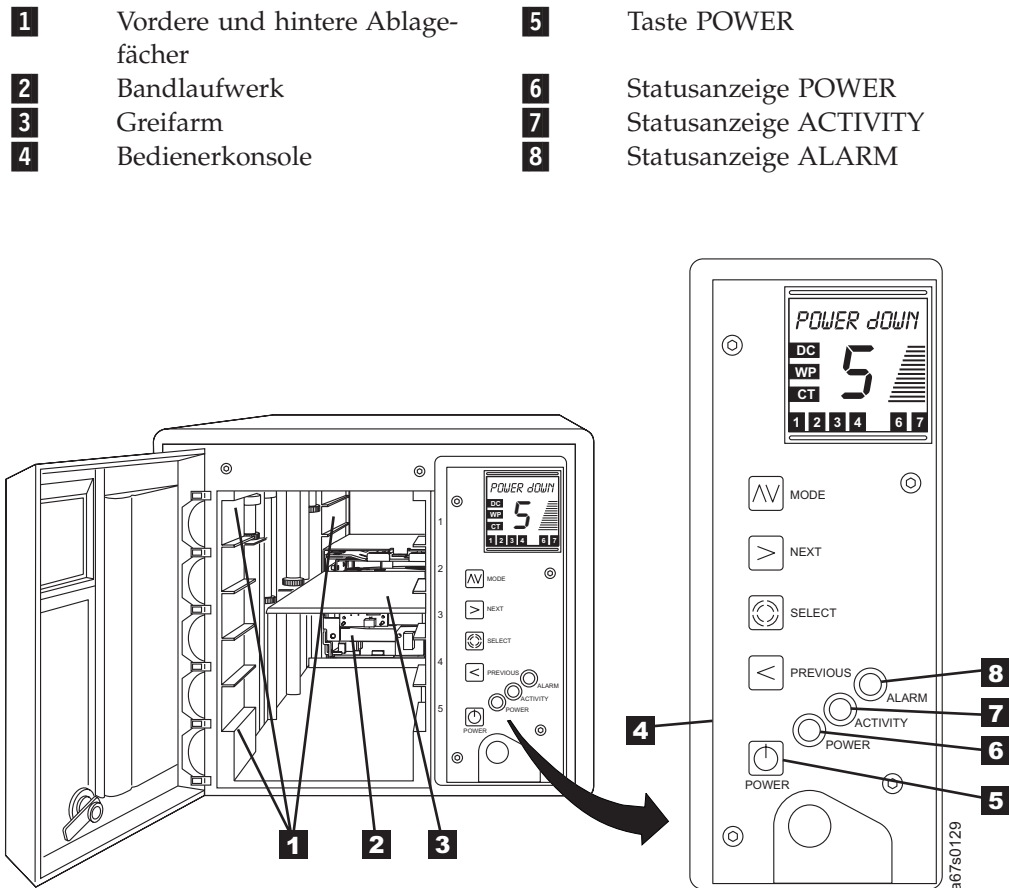

Abbildung 7. Bandkassetten-Autoloader IBM 3581 mit geöffneter vorderer Tür
Öffnen Sie die vordere Tür des Autoloaders, wenn Sie die Ablagefächer sehen wollen, in die die Bandkassetten eingelegt werden. Der Bandkassetten-Autoloader IBM 3581 enthält Ablagefächer für bis zu sieben Bandkassetten. Fünf Ablagefächer befinden sich an der Vorderseite und zwei an der Rückseite (siehe Abb. 7 auf Seite 19). Die vorderen Ablagefächer sind von oben nach unten mit 1 bis 5 und die hinteren Ablagefächer mit 6 und 7 nummeriert. In Abb. 7 auf Seite 19 werden die vorderen und hinteren Ablagefächer **1** gezeigt.
Der Bandkassetten-Autoloader IBM 3581 enthält ein IBM Ultrium Bandlaufwerk, das Daten von Bandkassetten liest und auf Bandkassetten schreibt, sowie einen Greifarm (Schnittstelle der Zugriffseinheit), der die Kassetten in das Laufwerk und die Ablagefächer und aus dem Laufwerk und den Ablagefächern transportiert. Wenn Sie über die Bedienerkonsole oder den Server einen Transportbefehl absetzen, wird der Greifarm durch die Schnittstelle der Zugriffseinheit veranlasst, sein Metallfach innerhalb des Autoloaders nach oben oder unten zu bewegen und die angegebene Kassette mit den vorderen und hinteren Greifarmrädern auf das Fach zu schieben. Dann platziert der Greifarm die Kassette vor das angegebene Laufwerk oder das angegebene Kassettenablagefach, und wieder werden die Greifarmräder benutzt, um die Kassette in die Zielposition zu schieben. In Abb. 7 auf Seite 19 werden Bandlaufwerk **2** und Greifarm **3** gezeigt.
Die Bedienerkonsole (siehe **4** in Abb. 7 auf Seite 19) enthält Tasten, Statusanzeigen und eine Nachrichtenanzeige, die die Bedienung des Bandkassetten-Autoloaders IBM 3581 ermöglichen. In den folgenden Abschnitten werden die Komponenten auf der Bedienerkonsole beschrieben.
Die Taste POWER (siehe **5** in Abb. 7 auf Seite 19) ist ein Druckschalter, mit dem der Bandkassetten-Autoloader IBM 3581 aus- und eingeschaltet werden kann.
- POWER** Die grüne Anzeige POWER (**6** in Abb. 7) leuchtet auf, wenn der Bandkassetten-Autoloader IBM 3581 eingeschaltet wird.
- ACTIVITY** Die gelbe Statusanzeige ACTIVITY (**7** in Abb. 7) gibt an, dass gerade eine Aktivität der Zugriffseinheit oder des Laufwerks erfolgt. Mit einer langsam blinkenden Anzeige wird eine Aktivität der Zugriffseinheit angegeben. Mit einer schnell blinkenden Anzeige wird eine Laufwerkaktivität angegeben.
- ALARM** Die rote Statusanzeige ALARM (**8** in Abb. 7) leuchtet auf, wenn ein Fehler aufgetreten ist. Eine Beschreibung der Fehlernachrichten des Autoloaders und des Laufwerks enthält Tabelle 6 auf Seite 57. Eine Beschreibung der Laufwerkfehlercodes enthält Tabelle 7 auf Seite 62.